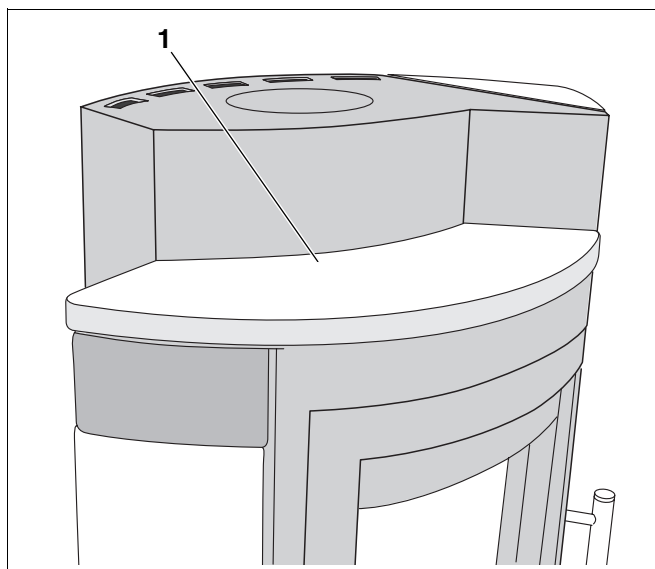

Abb. 15 Warmhaltefachkachel
- Warmhaltefachkachel (Abb. 15, **Pos. 1**) einlegen.